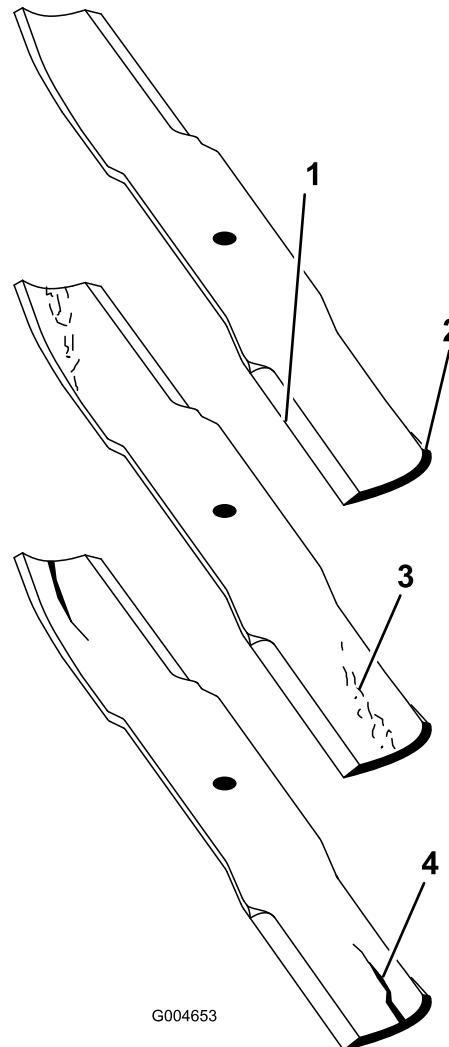

Figure 83
- Examinez attentivement les tranchants de la lame, particulièrement au point de rencontre des parties plane et relevée (Figure 83). Le sable et les matières abrasives peuvent éroder le métal à cet endroit, c'est pourquoi il est important de contrôler l'état de la lame avant d'utiliser la tondeuse. Remplacez la lame si elle vous semble usée (Figure 83).
Si la lame est trop usée, une entaille se forme entre la partie relevée et la partie plane (Figure 83). La lame risque alors de se briser et un morceau peut alors être projeté du dessous de la machine, vous blessant gravement ou une personne à proximité.